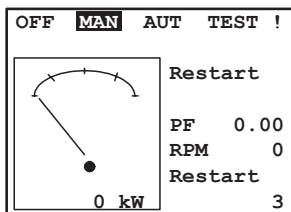

Рис. 8
- Нажмите на панели управления кнопку **9** «**START**» (Рис. 3). Начнется обратный отсчет подготовки двигателя к запуску (Рис. 8).